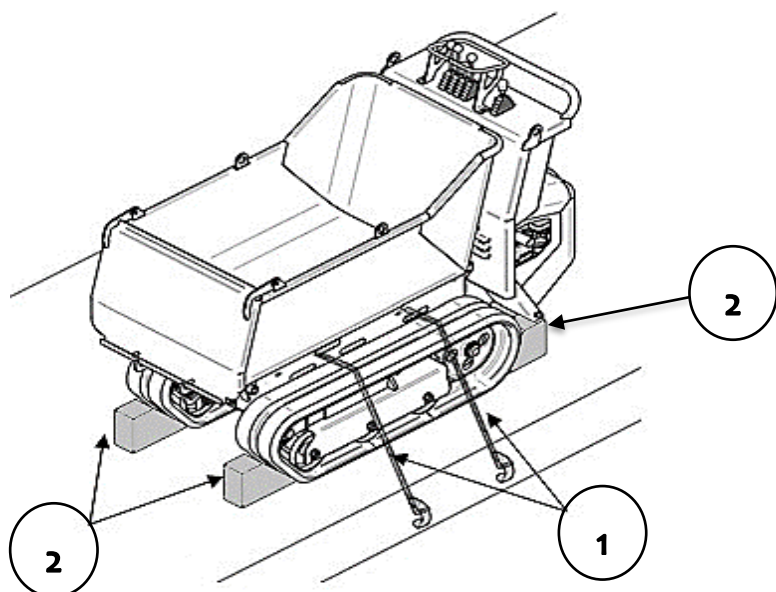

Fig. 3
- Il MULTIMOBIL **deve essere** ancorato/fissato in modo sicuro alla zona di carico del veicolo di trasporto (ad es. rimorchio di trasporto) con cinghie/catene di ancoraggio adeguate ① sul pavimento del veicolo di trasporto (fig. 3).
- Inoltre, il dispositivo deve essere assicurato con cunei adatti ② alle estremità del cingolo! (Fig. 3).